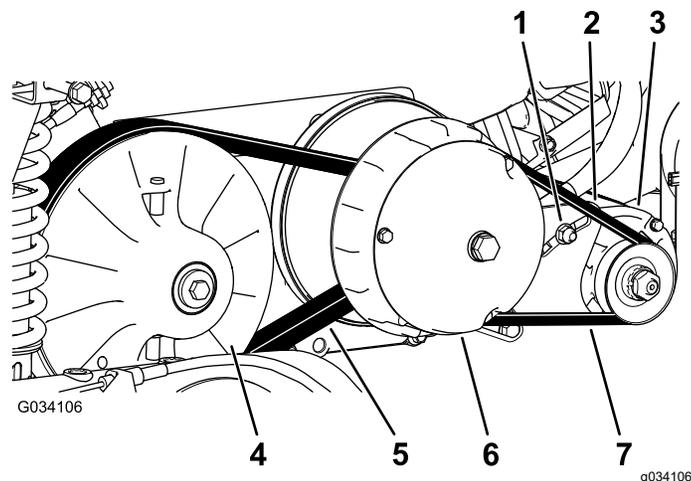

図 63
6. ベルト **図 63**を手で回転させながら、磨耗や破損がないかを点検する。
3. 2次クラッチを回しながら2次クラッチ部分でベルトを外す(図 63)。
4. 1次クラッチからベルトを外す (図 63)。
5. 新しいベルトを一次クラッチに掛ける 図 63。
6. 2次クラッチを回しながら2次クラッチ部分でベルトを外す(図 63)。
2. スタータジェネレータのピボットナットをゆるめる 図 63。
4. バールを下に押ししてスタータを下げる。ベルトを $44 \text{ N}\cdot\text{m}4.5 \text{ kg}$ の力で押した時のたわみが 6 mm になるようにスタータの位置を調整する 図 63。
5. ピボットナットを手締めし、バールを取り外す 図 63。